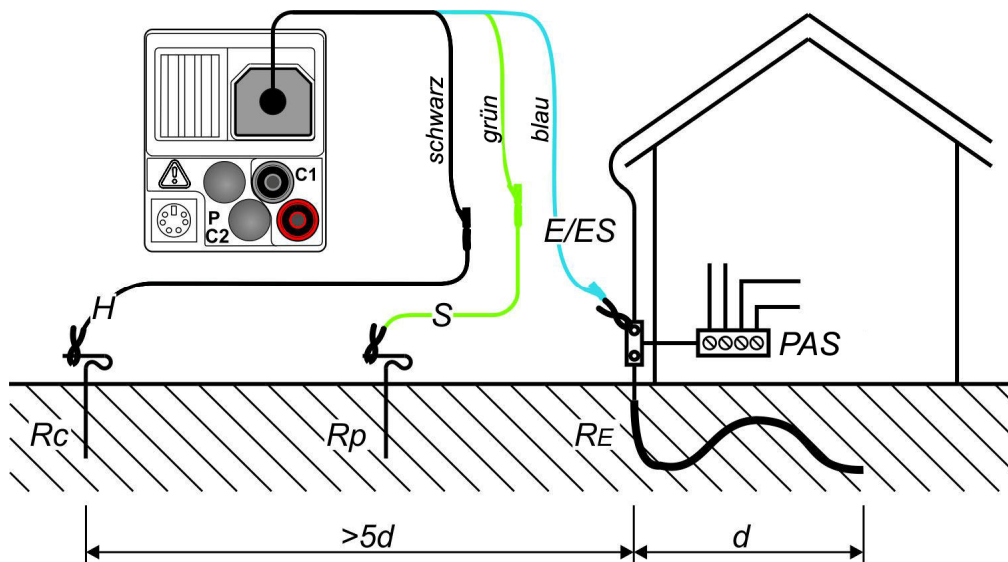

Abbildung 5.33: Anschluss des optionalen Erdungsset (044113) - Messung der Haupterdung
- Kontaktieren Sie die Prüfleitungen an das Prüfobjekt (siehe Abbildung 5.33 und 5.34).
- ❑ Die Sonden müssen in ausreichendem Abstand vom Prüfobjekt platziert werden. Der Abstand zwischen dem Erder (E/ES) und der Sonde (H) soll mindestens 5-mal größer sein als die Tiefe oder Länge des Erders (siehe Abb. 5.33 und 5.34).